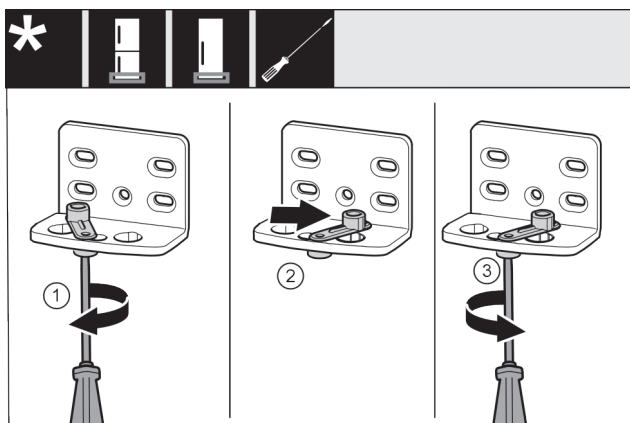

Fig. 13
- Schroef Fig. 13 (1) met een schroevendraaier losdraaien.
- Deursluidhulp Fig. 13 (2) optillen en 90° naar rechts in de boring draaien.
- Schroef Fig. 13 (3) met een schroevendraaier vastschroeven.